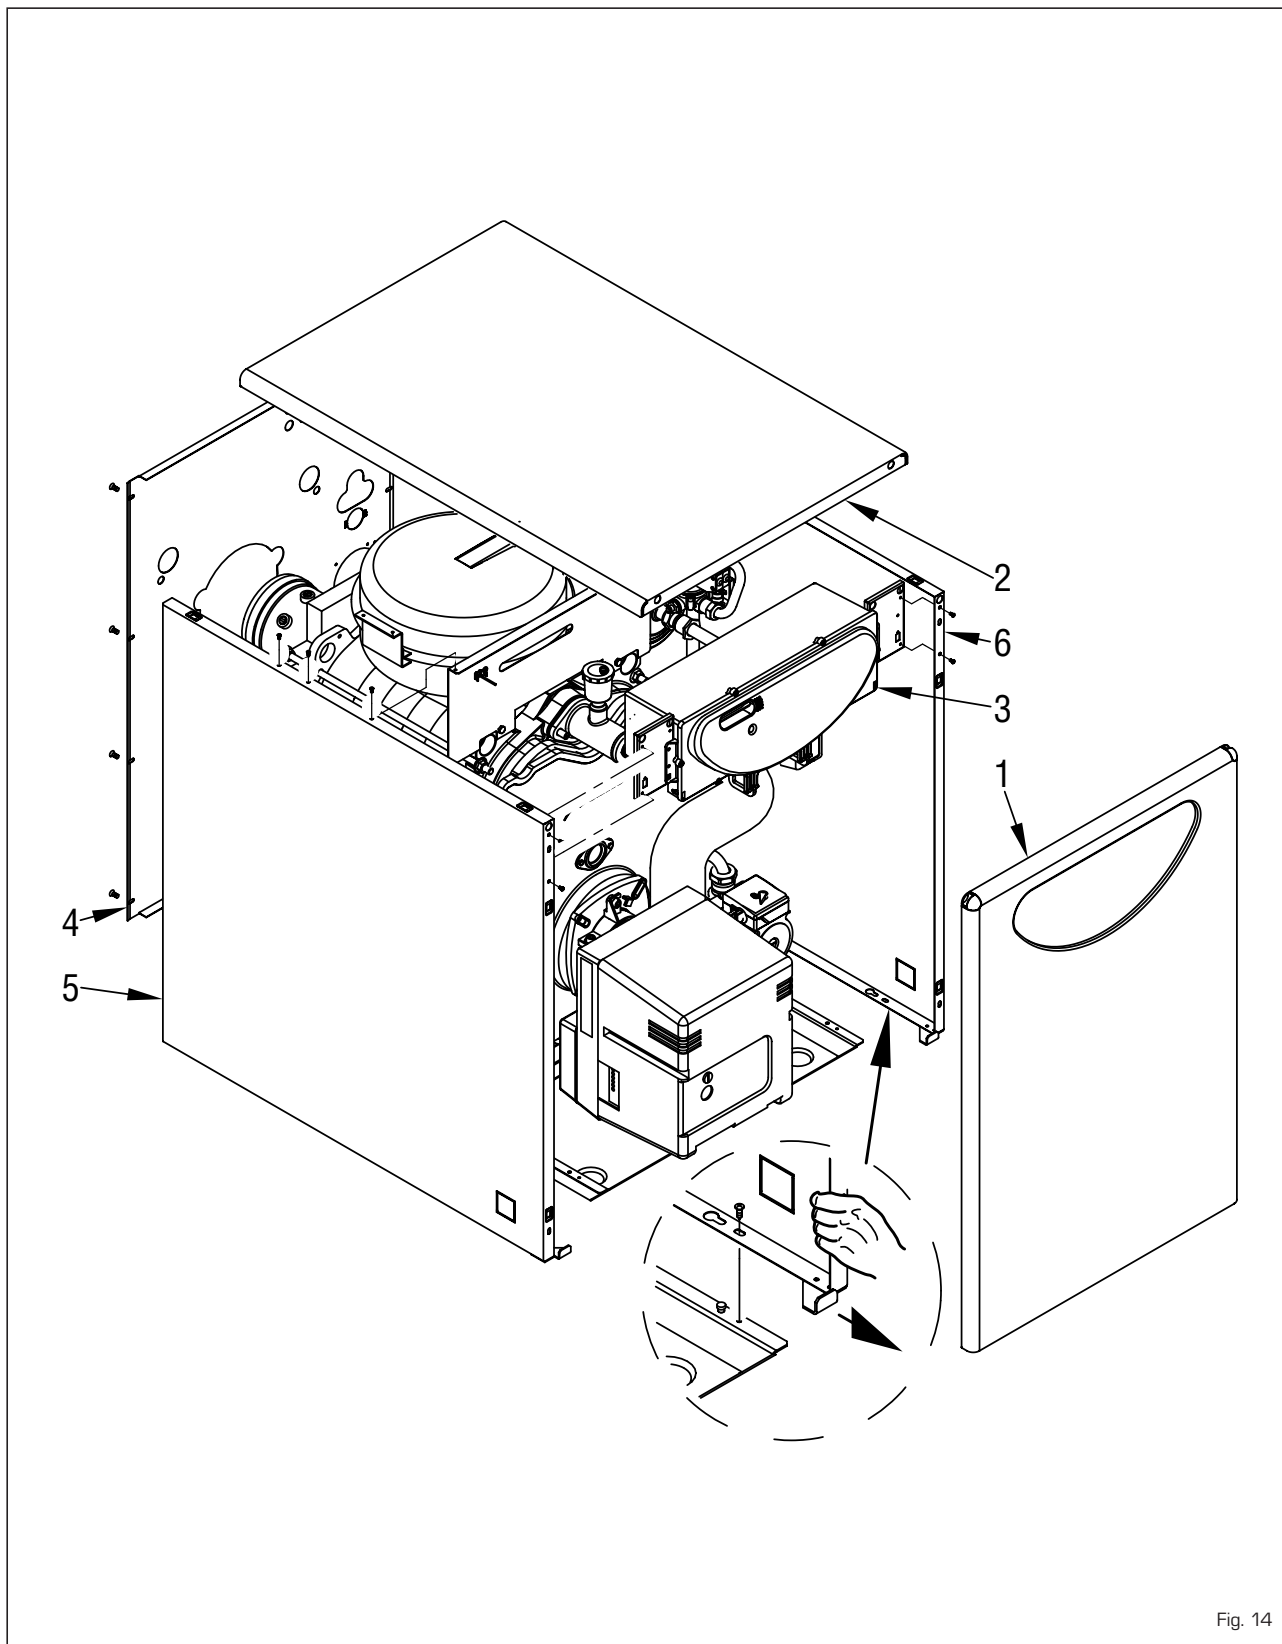

Fig. 14
4.1 SMONTAGGIO MANTELLO (fig. 14)
sione numerica di fig. 14.